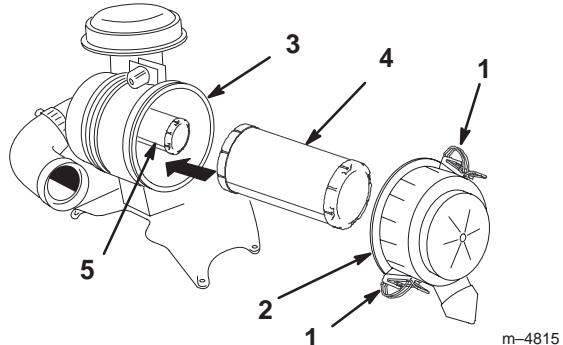

Figure 35
3. Ouvrez les dispositifs de verrouillage du filtre et ôtez le couvercle du corps du filtre (Fig. 35).
5. Sortez l'élément primaire du corps du filtre avec précaution (Fig. 35). Évitez de cogner l'élément à l'intérieur du corps.
2. Si vous remplacez l'élément de sécurité, insérez-le avec précaution dans le corps du filtre (Fig. 35).
3. Installez ensuite l'élément primaire sur l'élément de sécurité avec les mêmes précautions (Fig. 35). Assurez-vous qu'il est bien engagé en appuyant sur le rebord extérieur lorsque vous l'installez.
4. Reposez le couvercle, le côté portant l'inscription UP étant tourné vers le haut, et enclenchez les fixations (Fig. 35).